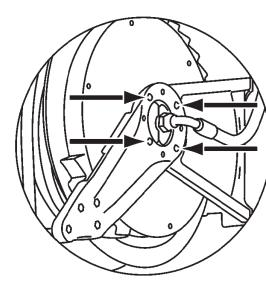

FIG 5.
- Unscrew the fixing screws (Fig. 5).
- Ta bort skruvarna som håller styrarmen (Fig. 5).